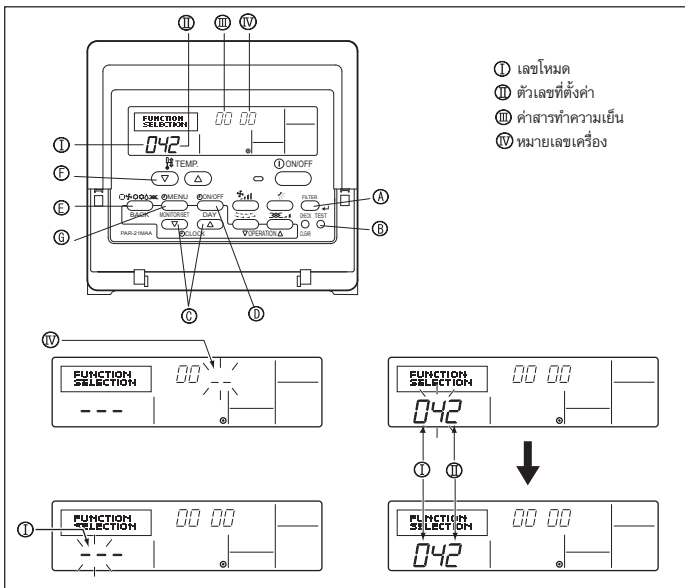

Fig. 6-8
1) สำหรับรีโมทคอนโทรลมีสาย (Fig. 6-8)